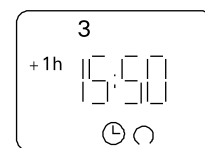

Рисунок 18.
4. Четвертое нажатие **возвращает** ручное управление в режим реального времени, после чего запрограммированные периоды включения и выключения вступают в силу. (Рис. 18)
**ВНИМАНИЕ!** Включение каменки за пределами заранее запрограммированных периодов необходимо осуществлять ручной клавишей (3) блока управления (C260VKK). Таким образом Вы избежите блокирующих режимов.